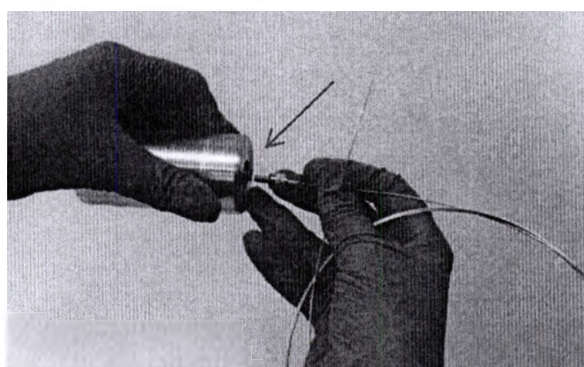

Рис. 12.24 – Подсоединение волоконного рассеивателя
12.9.3.3 Вставьте волоконный рассеиватель в разъем SMA – 905 волоконного адаптера и закрутите его по часовой стрелке (указано стрелочкой на рис.12.24).